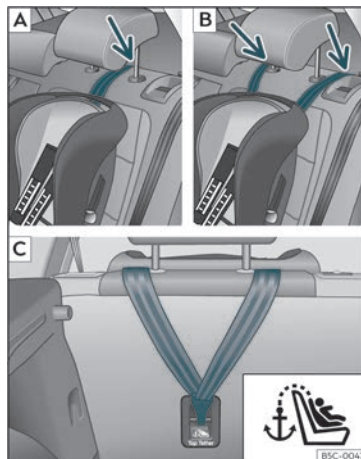
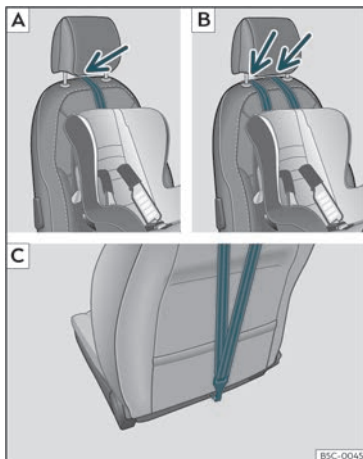

Fig. 29 Seients posteriors: ajust i muntatge en funció del cinturó Top Tether.
Fig. 30 Seient de l'acompanyant: ajust i muntatge en funció del cinturó Top Tether.
dira, aixequueu o retireu el reposacaps si és necessari)»» fig. 29 [A]/[B],»» fig. 30 [A]/[B].
- Feu lliscar la corretja i fixeue-la correctament amb l'ancoratge de la part posterior del respall»» fig. 29 [C],»» fig. 30 [C].